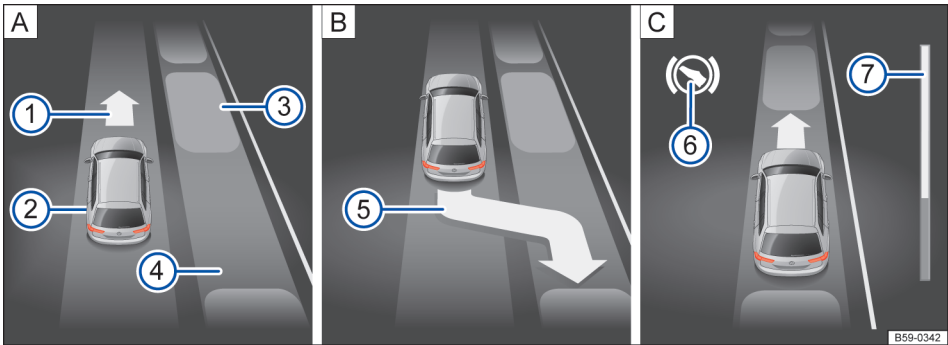
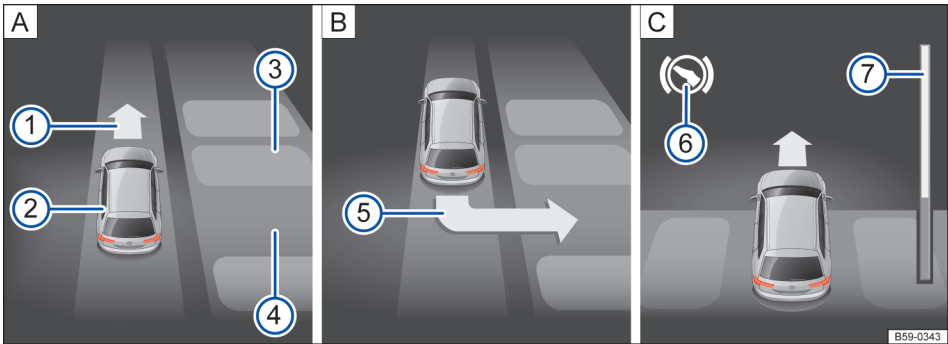

图 172 组合仪表显示器上：与路面平行泊车。A 寻找停车位，B 泊车的位置，C 调车
图 173 组合仪表显示器上：与车道垂直泊车。A 寻找停车位，B 泊车的位置，C 调车
→ 图 172 或 → 图 173 的图例：
在组合仪表的显示器中，进度条显示→ 图 172 ⑦ 或 → 图 173 ⑦ 以符号方式呈现出待行驶的相对距离。距离越长，进度条上的填满状态越大。向前行驶时，进度条的填满部分往上递减，倒车行驶时，进度条的填满部分往下递减。
2.	注意组合仪表显示器中的显示，是否侦测到「合适的」停车位或横向停车位，是否到达 正确的泊车位置→图 172 [B] 或→图 173 [B]。 仅当在组合仪表的显示器中显示出泊车的要求⑤，才会侦测到「合适的」停车位或横向停车位。
6.	倒车行驶直到泊车雷达系统发出持续音讯号。 或：倒车行驶，直到组合仪表显示器上出现向前行驶要求→图 172 [A] ① 或→图 173 [A] ①。 或：直到组合仪表显示器中显示讯息：泊车转向辅助结束。 进度条⑦ 表示待行驶距离→第 177 页。
9.	向前行驶直到泊车雷达系统发出持续音讯号。 或：向前行驶，直到在组合仪表的显示器中出现倒车的要求。 智能泊车辅助系统控制汽车前进或倒车，直到汽车笔直停在停车位或横向停车位中为止→图 172 [C] 或→图 173 [C] 。